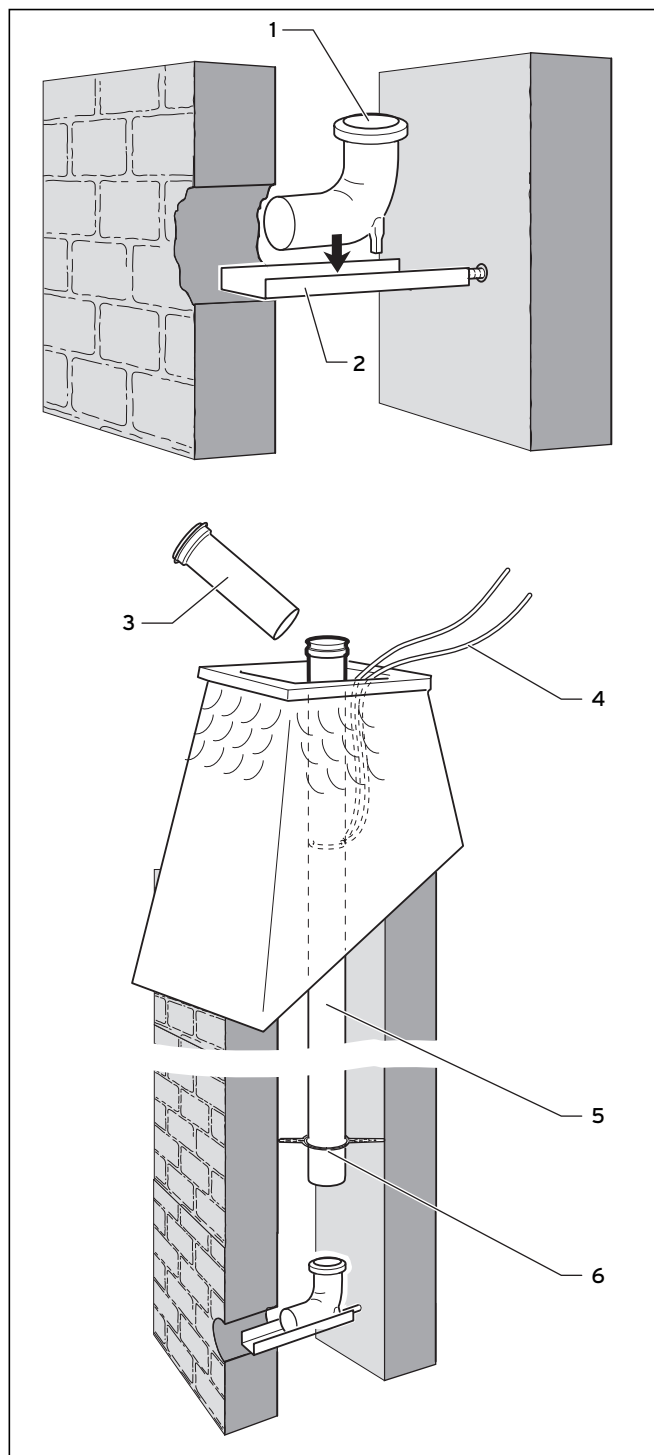

Fig. 6.13 Montar el riel de apoyo y el ángulo de apoyo; colocar los tubos de salida de gases en la chimenea
- Repita la operación para encajar las tuberías las veces necesarias, hasta que pueda encajar la tubería inferior en el codo de apoyo (1) y la tubería superior permita el montaje de la cubierta de la chimenea como muestra la fig. 6.13.